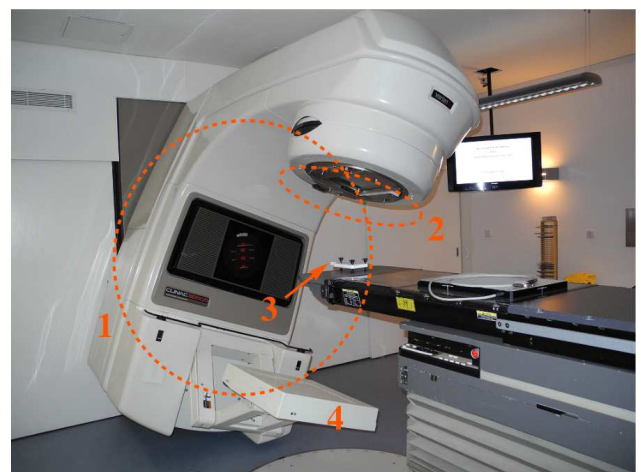

Abbildung 1: Gerät mit den beteiligten Komponenten.
Beispielhaft für eine ganze Reihe solcher Anwendungen soll hier als typischer Fall die Auswertung eines Tests zur Verifikation der Lage und räumlichen Konstanz des Isozentrums beschrieben werden; dieses Isozentrum bezeichnet denjenigen Punkt im Raum, in dem sich wichtige Drehachsen des Gerätes schneiden. Im Wesentlichen sind das die Rotation des Strahlerkopfes („Gantry“) und die des Blendensystems im Strahlerkopf („Collimator“). In Abb.1 sind diese Rotationen für Gantry (1) und Collimator (2) skizziert, außerdem gezeigt ist die Position einer Stahlkugel (3) im angenommenen Isozentrum und das Bildaufnahmesystem (4).